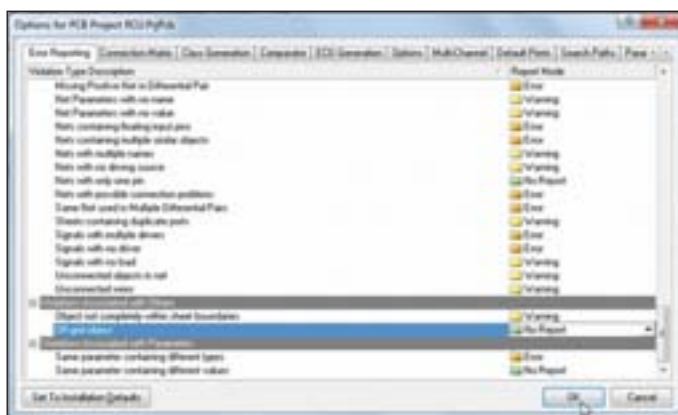

Рис. 52. Изменение опций проекта
8. Напротив этой строки выберите режим **No Report** (Не включать в отчет) из выпадающего списка в колонке **Report Mode** (рис. 52).